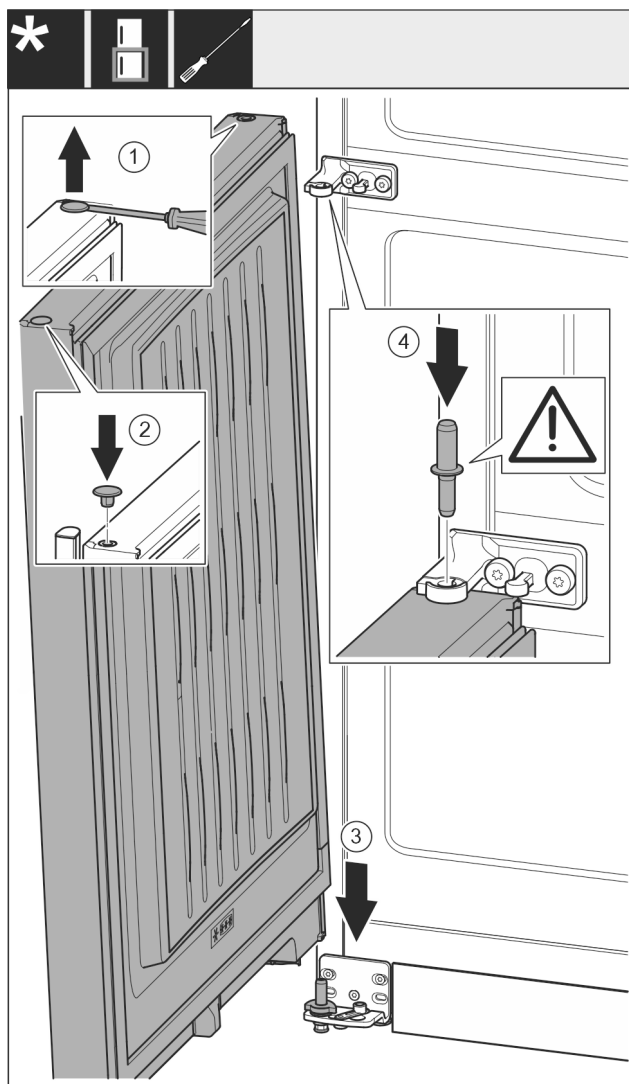

Fig. 23
- Zátku Fig. 23 (1) opatrně nadzvedněte plochým šroubovákem a vytáhněte.
- Zátku Fig. 23 (2) opět vložte na druhé straně dveří.
- Dveře Fig. 23 (3) nasad'te shora na dolní ložiskový čep.
- Prostřední ložiskový čep Fig. 23 (4) vložte do dolních dveří přes prostřední stojan ložiska. Přitom dávejte pozor, aby zajišťovací vačka směřovala dozadu.